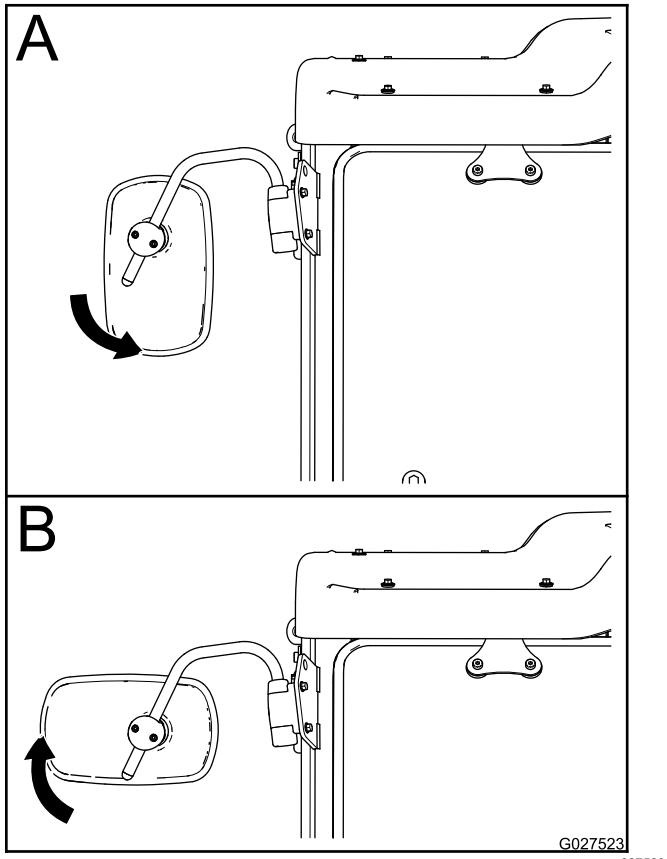

図 6
- 両手を使ってミラーを右回りまたは左回りに回転させます 図 6。